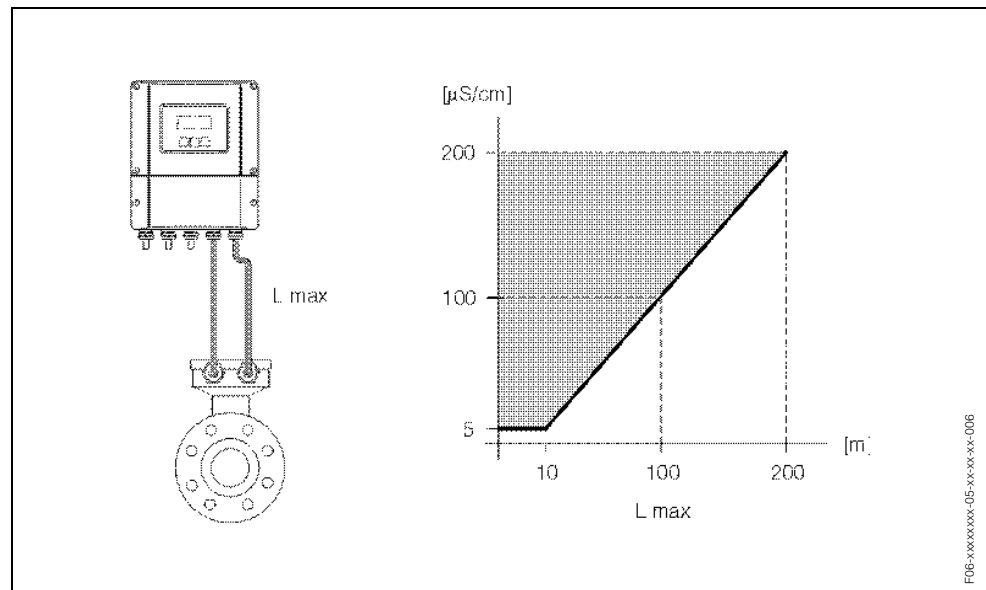

Fig. 15: Longitud del cable permitida en la versión separada
- La longitud máxima, $L_{\text{máx}}$, que puede tener el cable depende de la conductividad del líquido (Fig. 15). Una conductividad mínima de 20 mS/cm es necesaria para poder realizar medidas con agua desmineralizada.